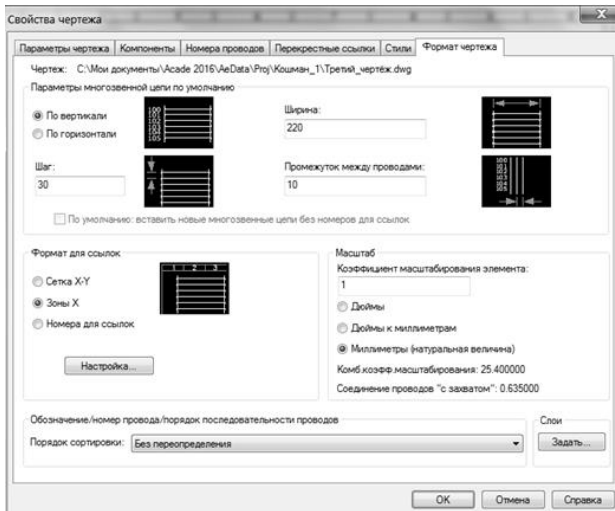

Рисунок 5.1 - Вікно **Свойства чертежа** вкладка **Формат чертежа**
2. У вікні **Свойства чертежа** для креслення **Третий_чертёж** на вкладці **Формат чертежа** встановить опції, як показано на рис. 5.1.